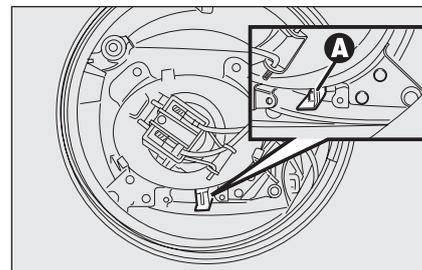

fig. 84
- spostare lateralmente la levetta **A-fig. 84**.